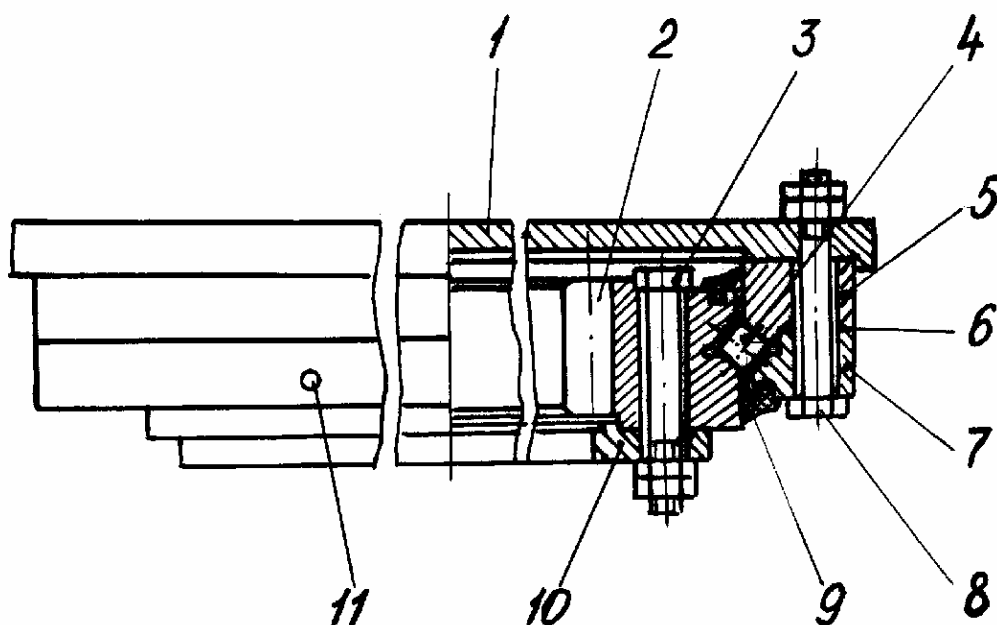

Рис. 18 Опорно-поворотное устройство
1.1. ОПОРНО-ПОВОРОТНОЕ УСТРОЙСТВО (РИС. 18)